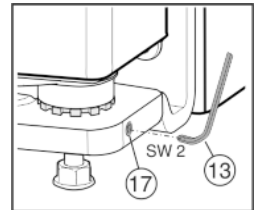

Fig. 17
- Den Gewindestift Fig. 17 (17) ein Stück herausdrehen (maximal eine Umdrehung!).
- Gewindestift Fig. 17 (17) wieder festziehen, um den Lagerbolzen zu fixieren.